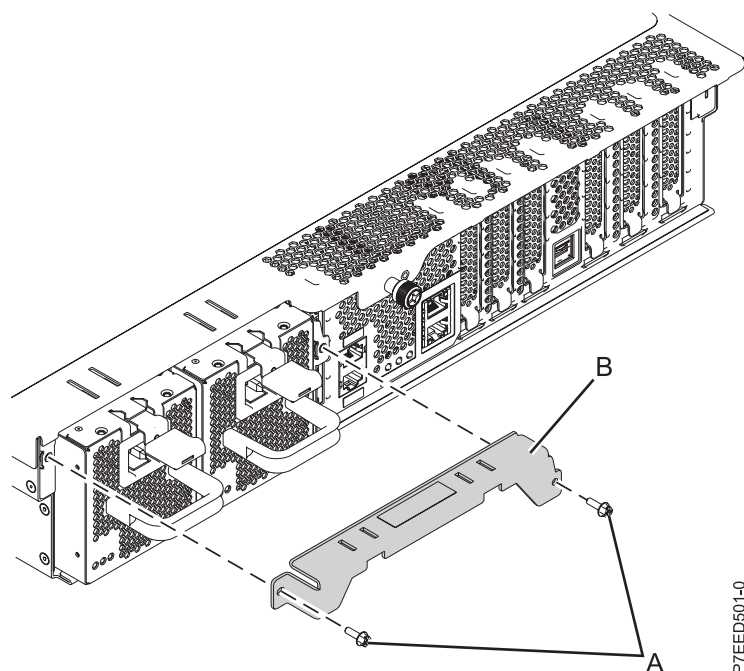

Abbildung 10. Transporthalterung entfernen
- a. Entfernen Sie die zwei Schrauben (A), wie in Abb. 10 dargestellt.